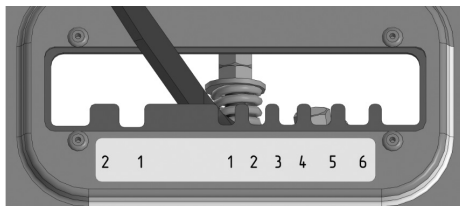

Рис. 36. Установка рычага в нейтральное положение
- Установите рычаг переключения передач точно посередине между положениями первой передней и первой задней передачами (Рис. 36).